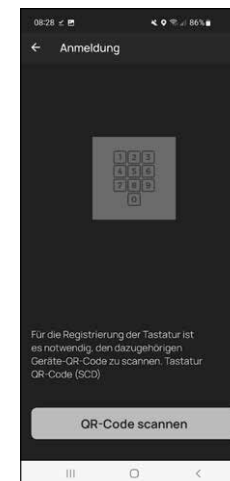

Fig. 7
- 9 Verrà chiesto di scansionare il codice QR fornito per il tastierino con la fotocamera dello smartphone. Il codice QR si trova sull'adesivo codice QR fornito con la confezione (Fig. 7).
- 10 Selezionare *"QR-Code scannen"* (Scansiona codice QR) (Fig. 7). Potrebbe essere richiesto di confermare l'accesso dell'app alla fotocamera.